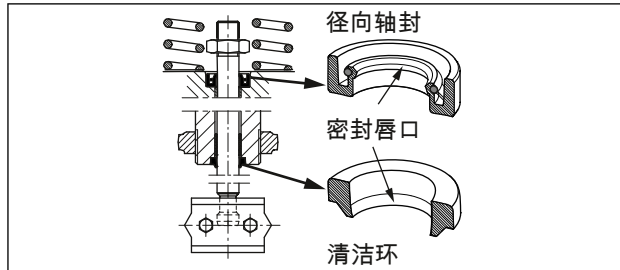

图 16: 对齐径向轴封与清洁环
6. 使用合适的工具安装径向轴封。确保径向轴封正确对齐 (请参见图 16)。
7. 使用合适的工具安装径向轴封。确保径向轴封正确对齐 (请参见图 16)。